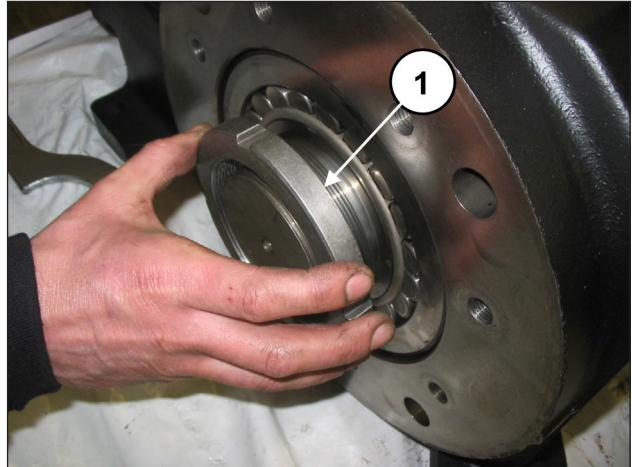
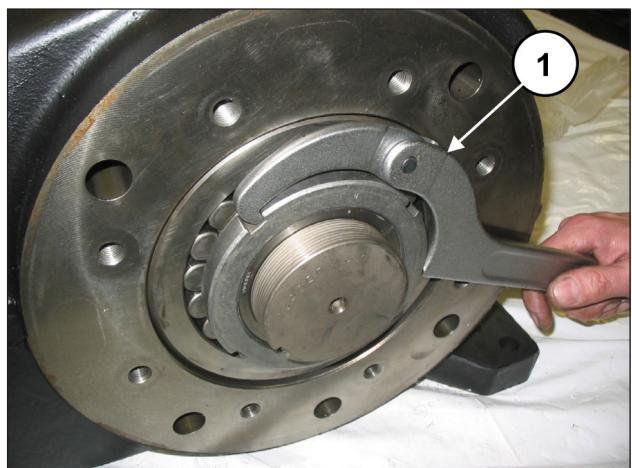

图 20
图 21
在压力衬套上拧紧 SKF KM19 型环形螺母(①, 图 20), 然后利用专用扳手拧松衬套(①, 图 21)。